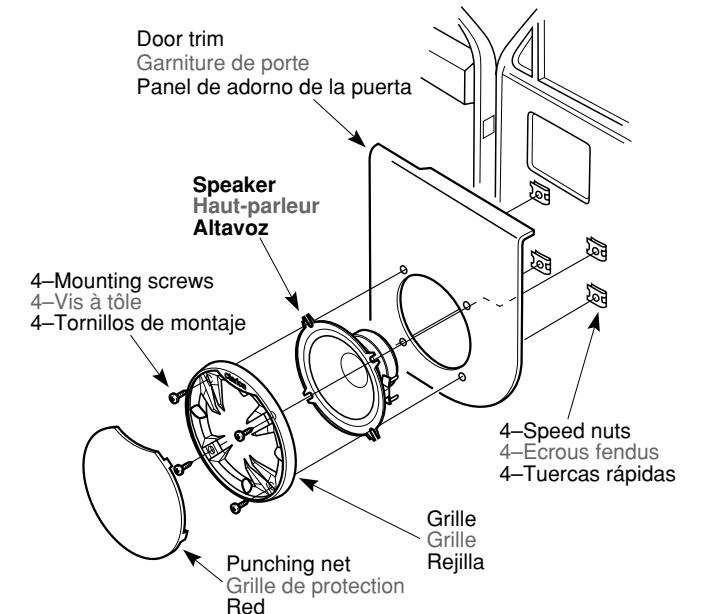

Figure 4 / Figure 4 / Figura 4 (SRS1326)
- Install the speed nuts in the screw holes in the door trim, then use the mounting screws to install the speaker grille. (Figure 4)
- Posez les écrous fendus sur les trous percés dans la garniture de porte, puis installez la grille de haut-parleur avec les vis à tôle. (Figure 4)